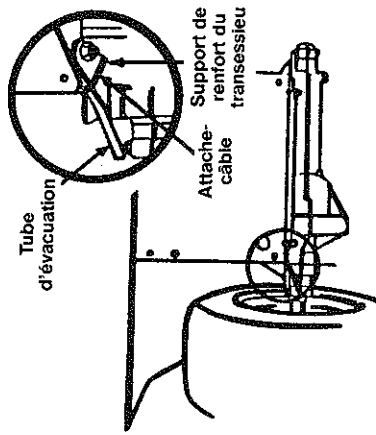

FIGURE 5
4. Attachez le tube d'évacuation de la batterie sur le bord du compartiment de la batterie et l'attache-câble, comme sur la figure 5. Assurez-vous d'éloigner le tube d'évacuation de la jante de la roue. Coupez tout surplus de l'attache-câble.